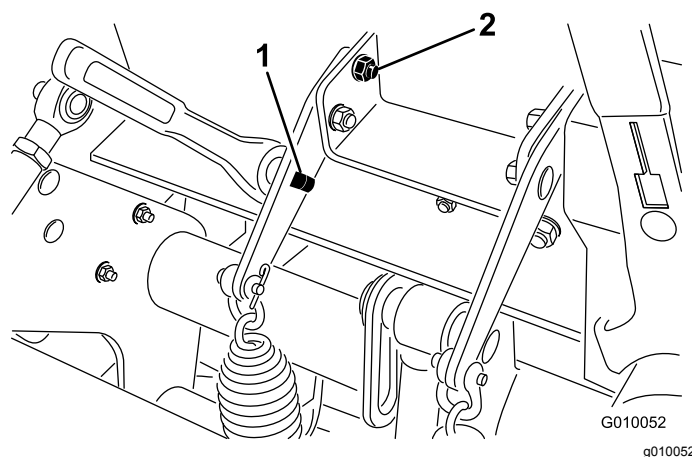

Figura 30
3. Inserite un cricchetto di ½" o una barra idonea nel foro quadrato della foglia della molla a balestra (Figura 30).